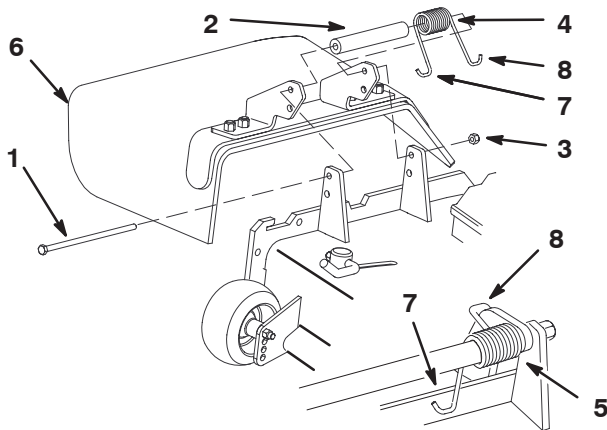

Bild 1
1. Legen Sie das Distanzstück und die Feder zwischen die Ablenkblechalierungen (Bild 1). Positionieren Sie das linke Hakenende der Feder hinter der Kante des Mähwerks.
Hinweis: Stellen Sie sicher, dass sich das linke Hakenende der Feder hinter der Mähwerkkannte befindet, bevor Sie die Schraube einführen, siehe Bild 1.
2. Setzen Sie die Schraube und Mutter ein. Legen Sie das rechte Hakenende der Feder um das Ablenkblech (Bild 1).